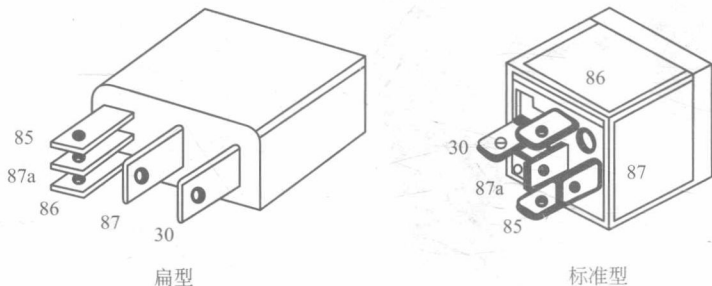

图 1-9 继电器的外形
① 产品规格 在汽车继电器上一般标 DC12V 或 DC24V 等，代表继电器的额定工作电压，即加在线圈两端的电压分别为直流 12V 或 24V。
② 负载能力 继电器触点通过负载的能力一般用电流的大小表示，如“NO 40A”或“NC/NO 40/30A”。其中，NO 表示触点常开（normal open），NC 表示触点常闭（normal close），40A 或 30A 表示触点端可以带的负载额定电流，一般指阻性负载，感性负载则根据冲击电流倍数相应减少。
③ 接线端子 如图 1-9 所示，30 代表可动端，87 代表常开端，87a 代表常闭端，85、86 代表线圈端。也有用 1~5 表示，1、2 代表线圈端，3 代表可动端，4 代表常闭端，5 代表常开端。